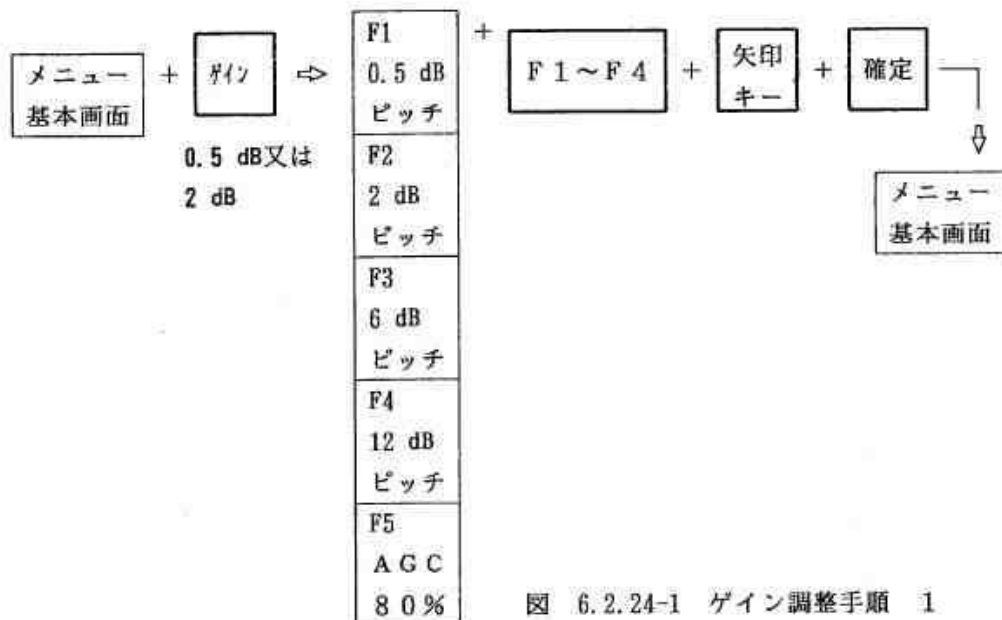

図 6.2.24-1 ゲイン調整手順 1
- ① ゲインを調整する場合は、機能キー [0.5 dB又は 2 dB] (以下、ゲインキーと言います) を1回押します。この操作によって、図 6.2.24-1 に示したように、メニューエリアは、メニュー基本画面から図 6.2.4.-1 の選択メニュー画面に変わります。この場合、0.5 dBキーを押したときは、メニュー画面内のカーソルは[0.5 dB]に、2 dBキーを押したときは、メニューエリア内のカーソルは[2 dB]に自動的に設定されます。
- ② 所定のゲイン値を選択キー[F1 ~F5]のいずれか一つのキーを1回押して選択します。
- ③ 設定したゲイン値を微調整しない場合は、確定キーを1回押します。設定したゲイン値が確定され、メニュー画面は、メニュー基本画面に戻ります。
- ④ さらに、設定したゲイン値を微調整したいときは、矢印キーで探傷図形中のエコー高さ(又はパルス高さ)を観測しながら、又は探傷条件表示エリアに表示される数値を見ながら調整します。